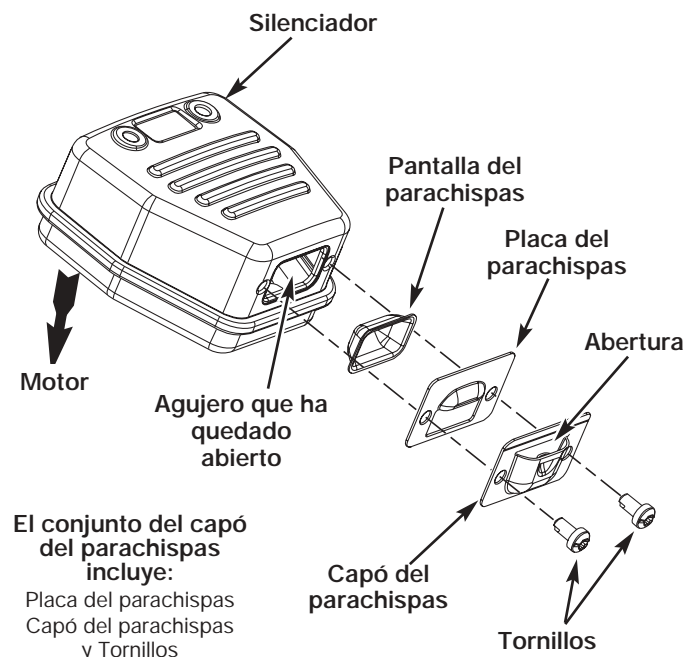

Fig. 26
2. Localice el silenciador, pero no lo quite. Busque los dos (2) tornillos en la parte inferior del silenciador (Fig. 26). Estos dos tornillos unen el conjunto de deflector de escape y la pantalla del parachispas a la parte inferior del silenciador. Quite los dos (2) tornillos usando una llave torx No. 20 o un destornillador plano.
6. Coloque la placa del parachispas encima del parachispas con el lado "levantado" hacia arriba mirando al motor (Fig. 26).
7. Coloque el capó del parachispas encima de la placa del parachispas con el lado "levantado" hacia arriba y la apertura mirando en dirección **CONTRARIA** al motor (Fig. 26). Asegúrese de que el escape se dirija en dirección **CONTRARIA** al motor.